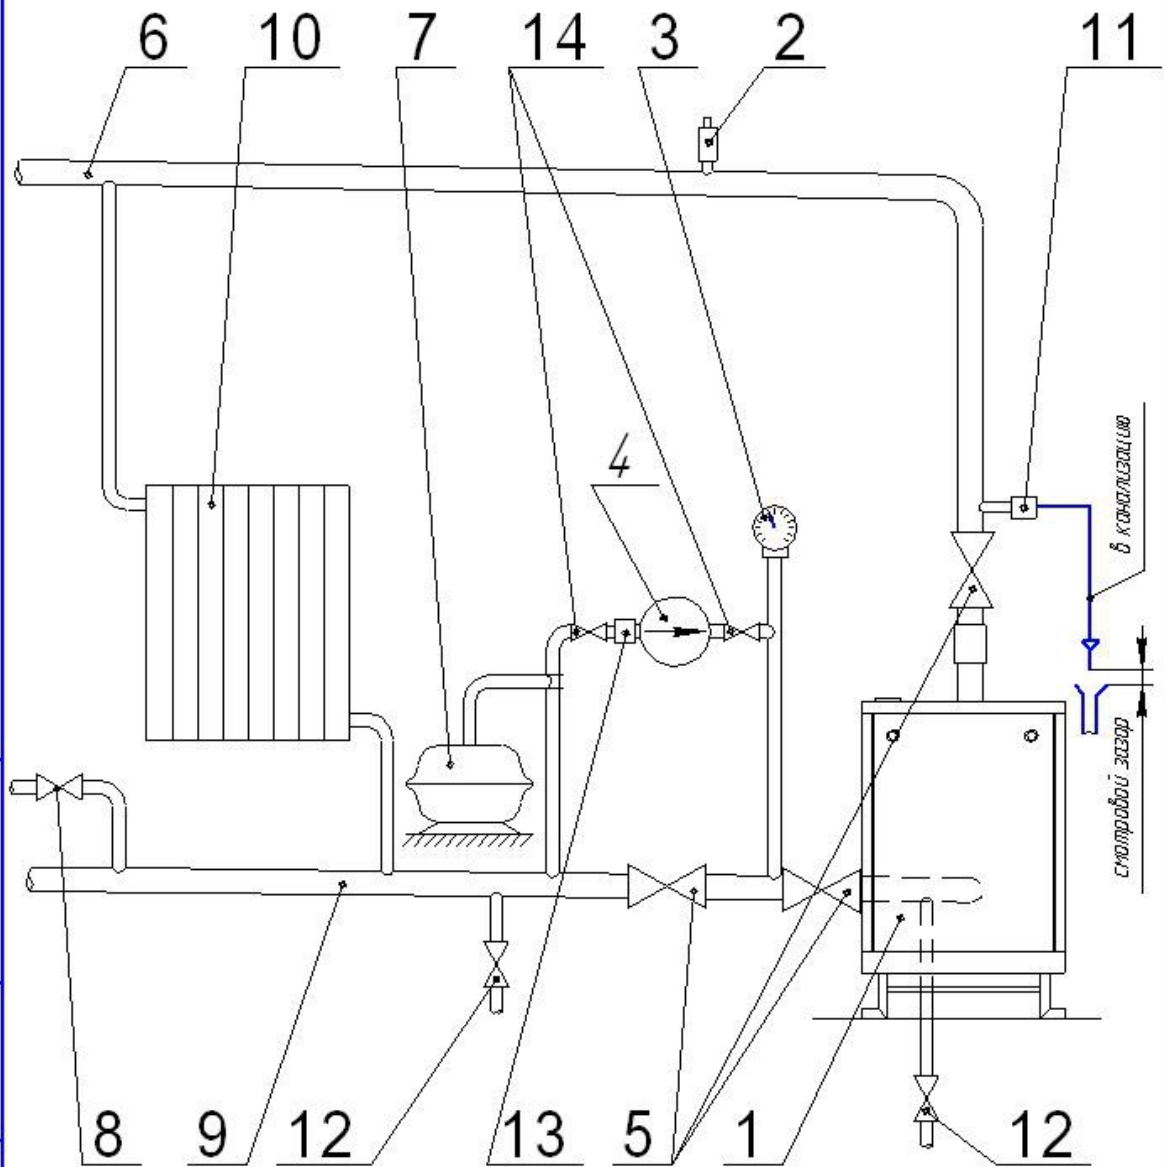

Рис. 4. Рекомендуемая схема разводки отопительной системы с принудительной циркуляцией воды.
**5.3** Рекомендуемая схема системы отопления приведена на рис.4.